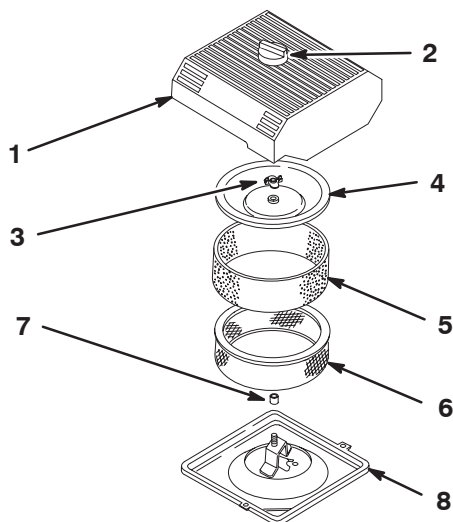

Figure 31
3. Nettoyez la surface autour du filtre à air pour éviter que des impuretés ne s'introduisent dans le moteur et l'endommagent (Fig. 31).
4. Desserrez le bouton sur le couvercle du filtre à air et déposez le couvercle (Fig. 31).
5. Glissez délicatement l'élément en mousse hors de l'élément en papier (Fig. 31).
6. Dévissez l'écrou du couvercle et déposez le couvercle et l'élément en papier (Fig. 31).
1. Glissez délicatement l'élément en mousse sur l'élément en papier (Fig. 31).
3. Vissez l'écrou à la main contre le couvercle (Fig. 31).
4. Reposez le couvercle du filtre à air et le bouton (Fig. 31).